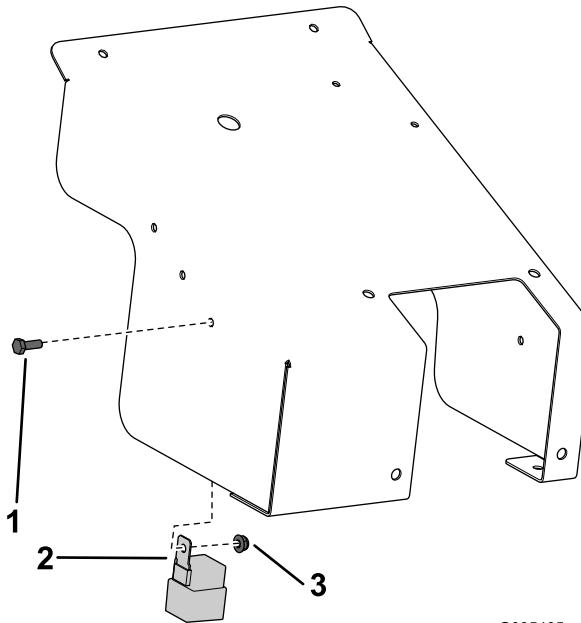

Bild 8
6. Befestigen Sie das Relais mit einer Schraube (1/4" x 3/4") und einer Mutter (1/4") an der Innenseite der Abdeckung, wie in **Bild 8** abgebildet.